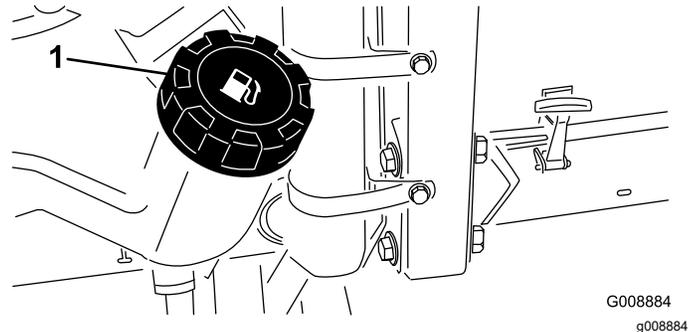

図 27
2. 燃料タンクのキャップ 図 27 の周囲をきれいに拭く。